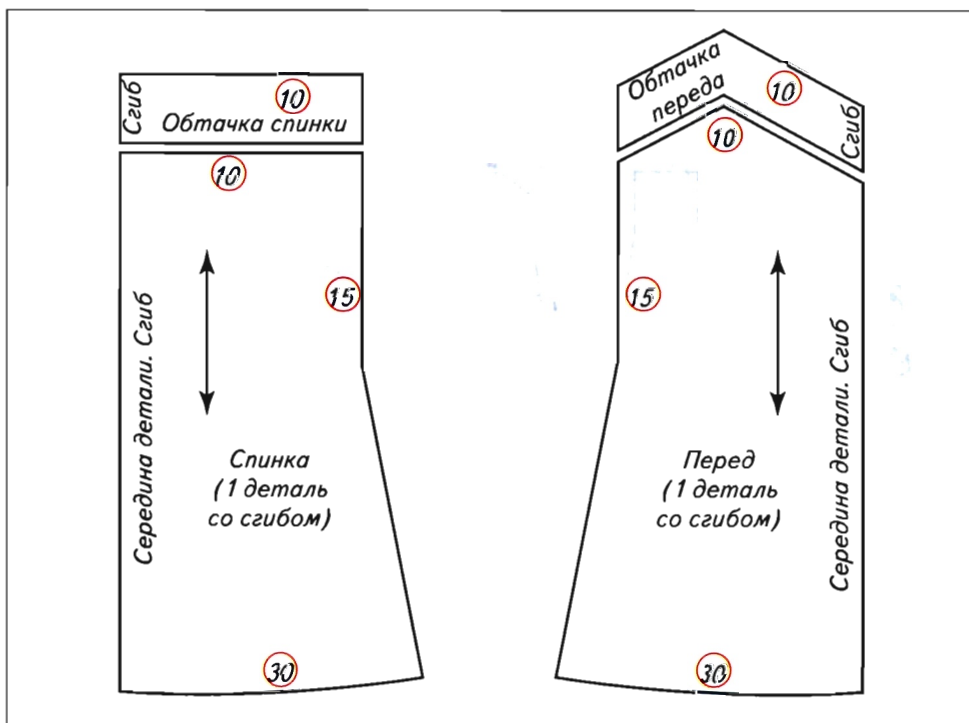

Рис. 18. Выкройка блузки-топа
5. Вырежьте детали выкройки (рис. 18).